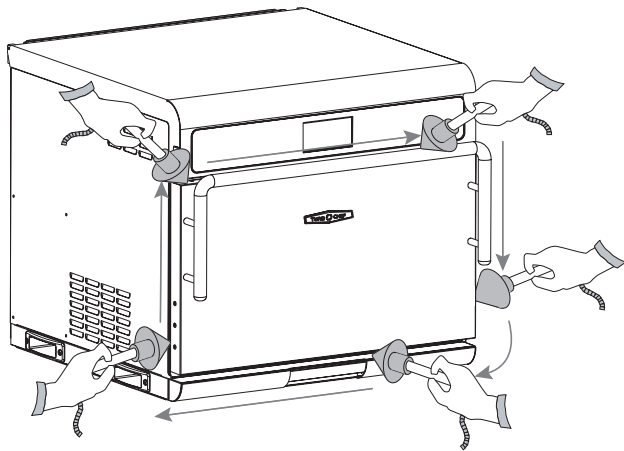

Figure 28 : Mise en place du compteur de micro-ondes
6. Positionnez le compteur de micro-ondes comme illustré à la figure 28 ci-dessus.